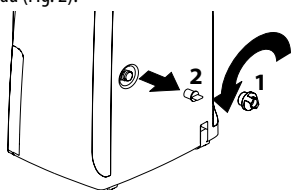

Fig. 2
- 1) Retirez le capuchon de vidange en continu **1** en le tournant dans le sens antihoraire, puis retirez la bonde **2** en caoutchouc de la goulotte (Fig. 2).
Note: Lorsque vous retirez la bonde **2**, on pourrait avoir de fuites d'eau (Fig. 2).